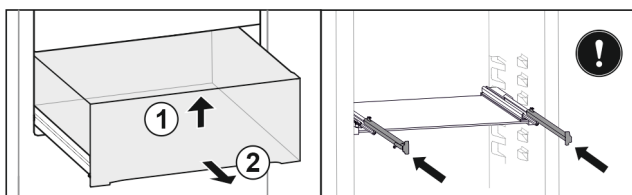

Fig. 66
- ▶ Nadzvedněte zásuvku vpředu. Fig. 66 (1)
- ▶ Vyjměte zásuvku dopředu. Fig. 66 (2)